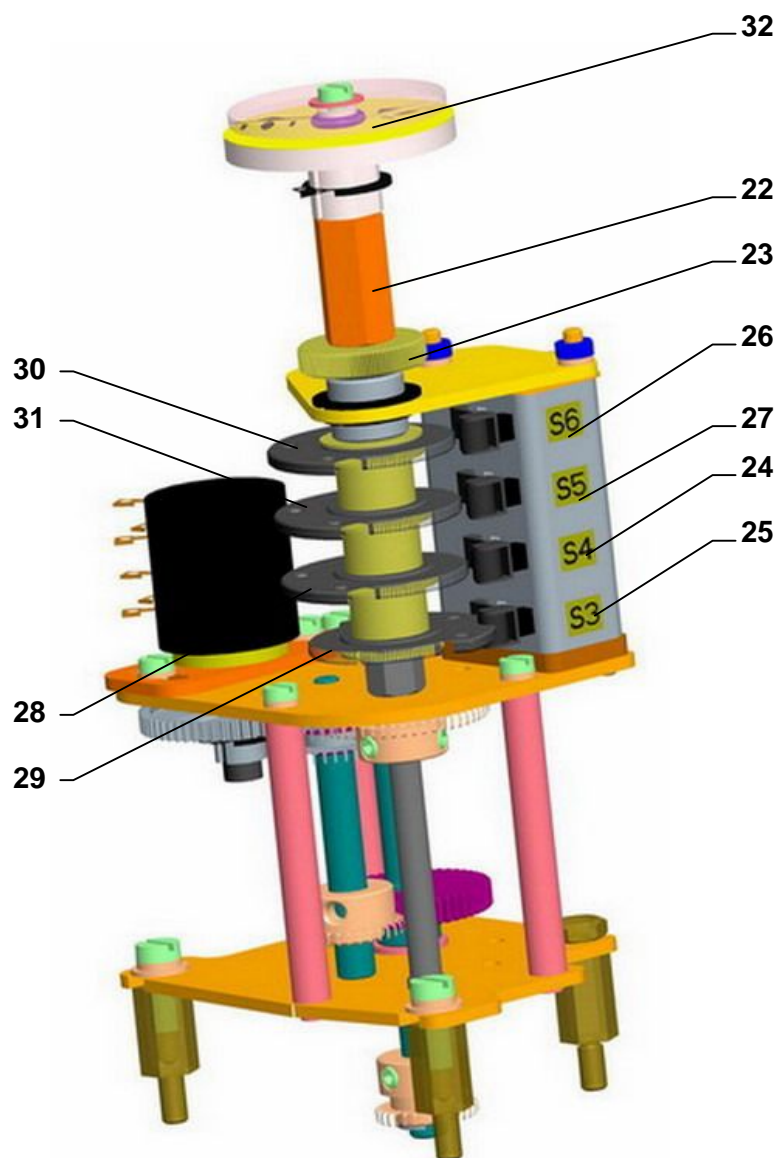

Рис.3
### **UP 1, UP 2.X (рис.3):**
ЭП на заводе-изготовителе настроен на постоянный ход (согласно спецификации), указанный на типовом щитке. При установке, настройке и перестановке выключателей положения и сигнализации поступайте следующим образом (**Рис. 3**) :
**UP 0 (рис.3а):**
ЭП на заводе-изготовителе настроен на постоянный ход (согласно спецификации), указанный на типовом щитке. При установке, настройке и перестановке выключателей положения и сигнализации поступайте следующим образом (**Рис. 3а**) :
Рис.3а